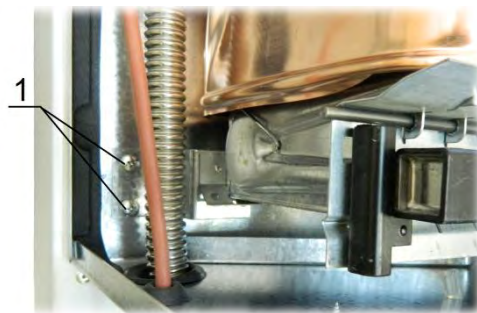

Рис. 18. Демонтаж горелки
4) отвернуть четыре самореза 1 (см. Рис. 18) крепления горелки к задней стенке котла (по два с каждой стороны) и снять горелку.